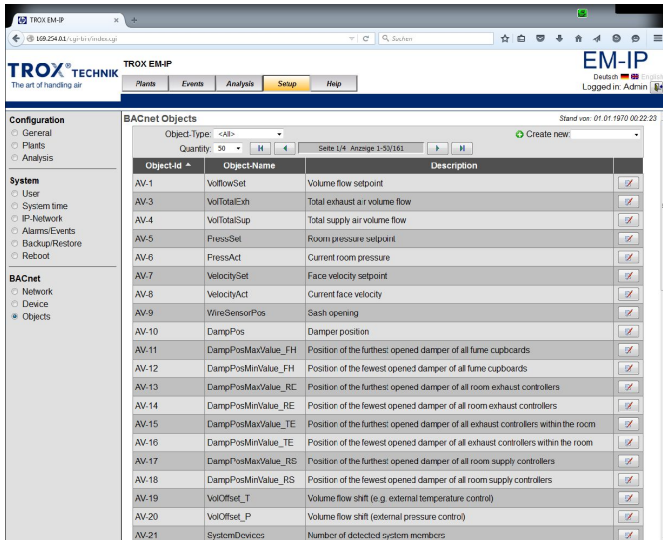

Fig. 21 : Objets BACnet
- ⇒ Le menu "Objets BACnet" (Fig. 21) s'affiche.
- ⇒ Le menu « Modifier un objet de journal des tendances » (Fig. 21) s'affiche pour le type d'objet sélectionné.
- ⇒ Les « objets BACnet » (Fig. 21) pour le type d'objet sélectionné s'affichent.